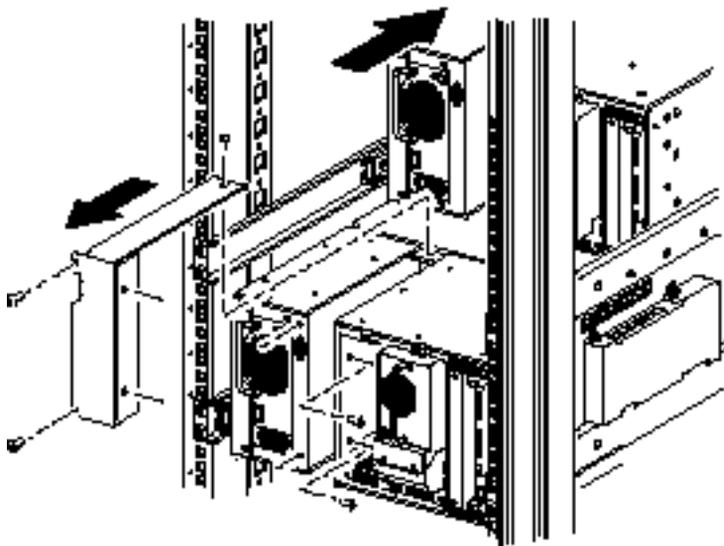

Figura 2-5. Rimozione della piastra di copertura del meccanismo PTM
- c. Utilizzando un cacciavite Phillips n. 2, rimuovere le viti che fissano la piastra di copertura del meccanismo PTM sulla parte posteriore dello chassis di ciascuna libreria (vedere la Figura 2-5).